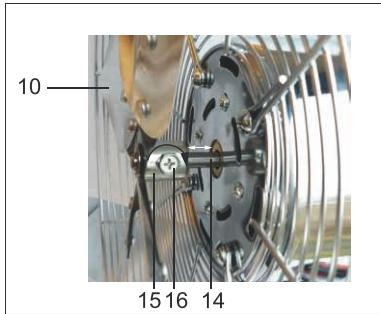

Fig.3: Montage Rotor
15. Drehen Sie die Kreuzschlitzschraube (16) am Abstandhalter (15) des Rotors (10) soweit gegen den Uhrzeigersinn auf, bis eine gut durchgängige Öffnung entsteht.
16. Schieben Sie den Rotor (9) mit dem Abstandhalter voran auf die Motorachse (14).
- Der Rotor darf mit dem Abstandhalter nicht unmittelbar auf dem Motorblock aufliegen. Siehe Abb. 3.*